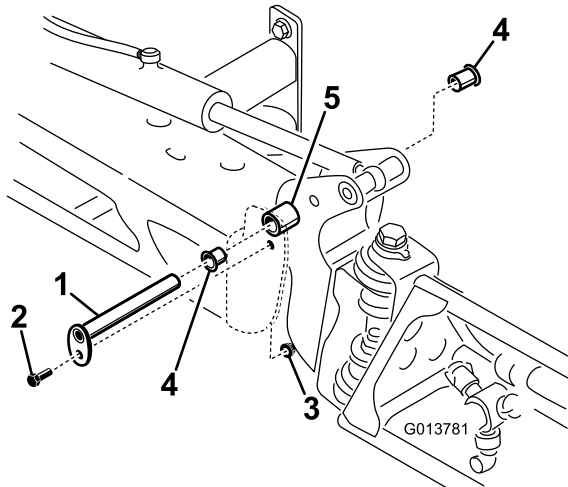

图65
- 支撑住喷洒臂的重量然后拆下将枢轴销紧固到喷洒臂组件的螺栓和螺母 图65。拆下枢轴销。
- 从枢轴支架的前后侧拆下尼龙轴套并进行检查 图65。更换任何受损的轴套。
- 将喷洒臂和枢轴支架装回中心机架上对准开口 图65。